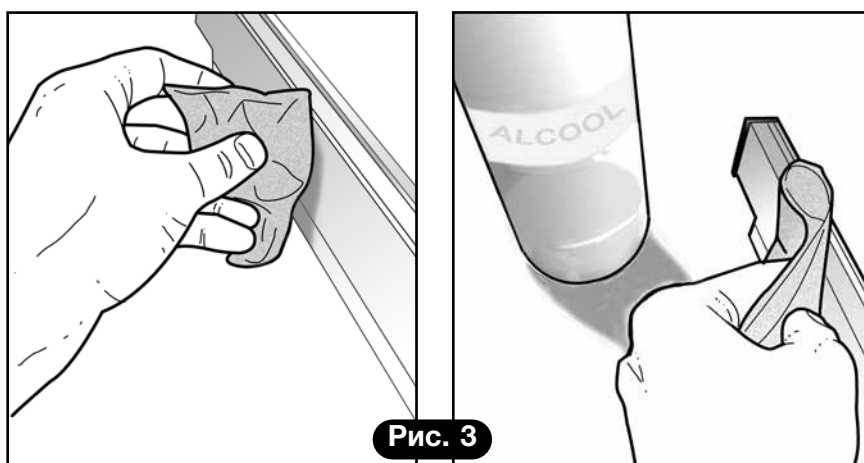

Рис. 3
- 3) Тщательно очистить алюминиевую планку спиртом (рис. 3).